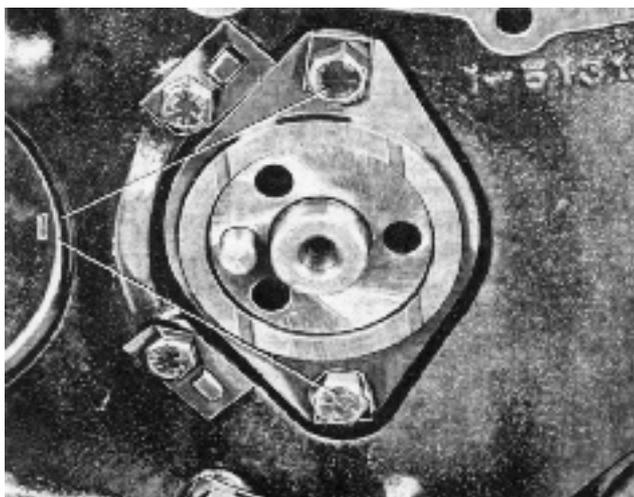

Fig. 52. Démontage de la bride d'arbre à cames
7. Démontez la bride (figure 52) ce qui permet de démonter l'arbre à cames. Retirez l'arbre à cames avec précaution pour éviter d'endommager les roulements.